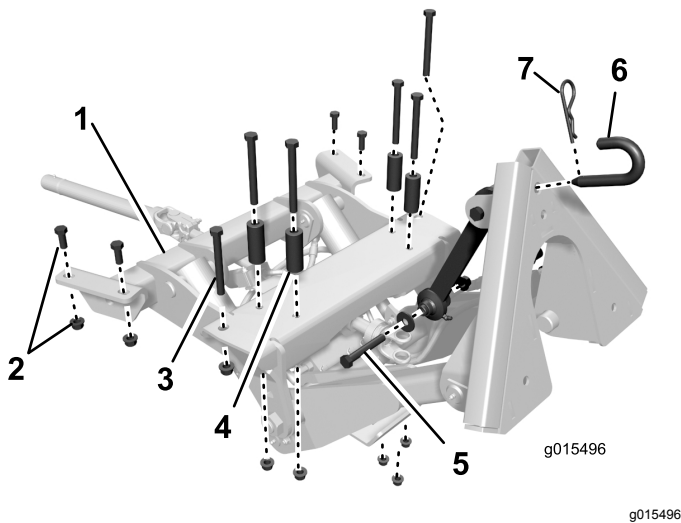

Figure 5
1. La Figure 5 montre une vue de dessus de l'emplacement, du positionnement et de la taille des fixations utilisées pour fixer le cadre avant à la surface inférieure du cadre du groupe de déplacement.
9. Fixez l'ensemble biellette supérieure au support d'essieu avec une vis ( $\frac{1}{2}$ " x  $3\frac{1}{4}$ " ), 2 rondelles de support, une entretoise et un contre-écrou ( $\frac{1}{2}$ " ), comme illustré à la Figure 5 et à la Figure 6.